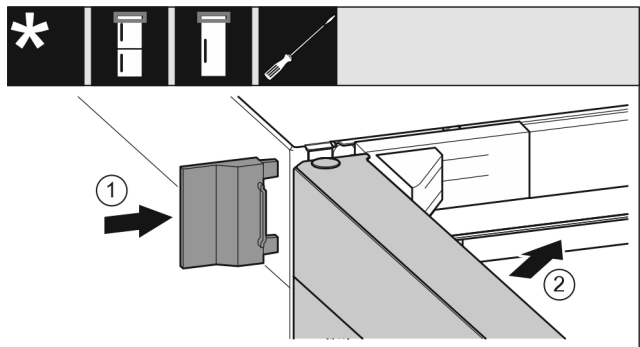

Fig. 22
- Äußere Abdeckung aufschieben. Fig. 22 (1)
- Obere Tür schließen. Fig. 22 (2)